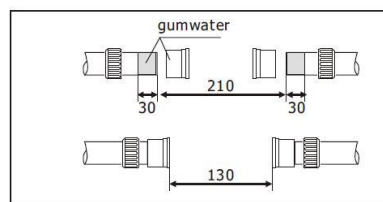

Fig. 4
4. Slangekoppling/rørforbindelsen (Fig.4) Rens de overflader der skal limes og limmonter rør/slange i varmerens samlemuffe. Vær opmærksom på installationsafstanden mellem pumpe og varmeren.